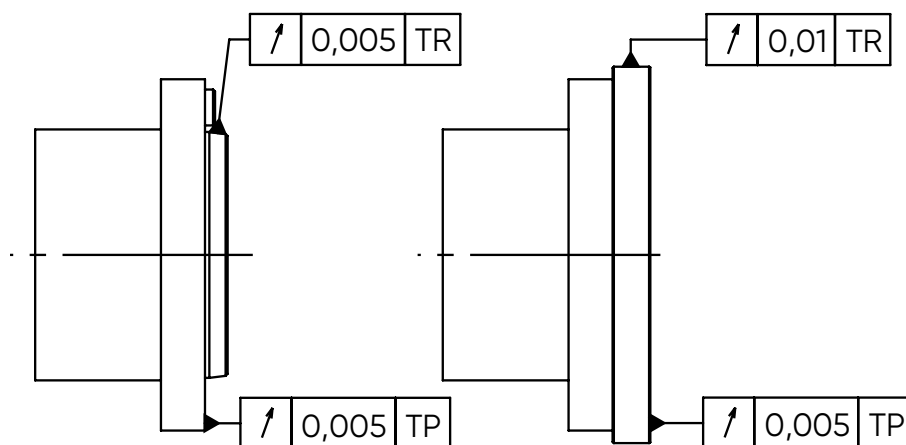

Fig. 3-2: Comprobación de la excentricidad axial y la concentricidad
- Paso 2** Coloque la barra de tracción (2) en la posición más adelantada y, una vez que haya aplicado pasta de cobre para evitar que la rosca se agarrote por oxidación/por adherencia, enrosque el adaptador (3) en la barra de tracción.
- Paso 3** Fije la brida intermedia (4) al husillo (si el mandril no se atornilla directamente al husillo), y revise la concentricidad y la excentricidad axial con ayuda de la Fig. 3-2 [... ▶ 19]
- Paso 4** Retire del mandril de sujeción el casquillo de obturación (1), para poder enroscar más adelante (v. paso 7) la tuerca ranurada (5).